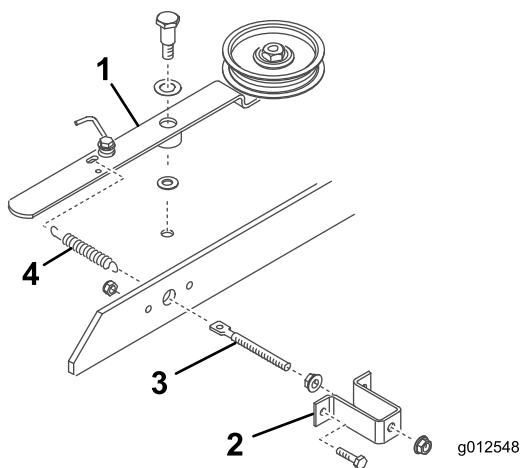

図 20
3. ねじ山付きロッドに、フランジナット5/16-18 インチを取り付けて約 5cm 進める 図 20。
4. ねじ山付きロッドをスプリングブラケットの大きい方の穴に入れ、もう1個のフランジナット5/16-18 インチで仮止めする 図 20。フランジナットはまだ本締めしない。
5. ねじ山付きロッドのもう一方の端部をブリッジバーの穴に入れ、ボルト2本とロックナットでスプリングブラケットをブリッジバーに固定する 図 20。
6. スプリングの短い方の端をねじ山付きロッドの穴に引っ掛け、長い方の端をアイドラアームの穴に引っ掛ける 図 20。
7. アイドラプーリのアームを、以下の部品と共にその順序でデッキに取り付けるピボットねじ 3/8-16 インチ、スラストワッシャ 1/2 インチ、アイドラアーム、スラストワッシャ 3/8 インチ、デッキ、ロックナット 3/8-16 インチ 図 20。この時点では、ねじ山付きロッドのフランジナットを締め付けない。ブローアアセンブリとベルトの取り付けが終わった後にスプリングのテンション調整を行う。